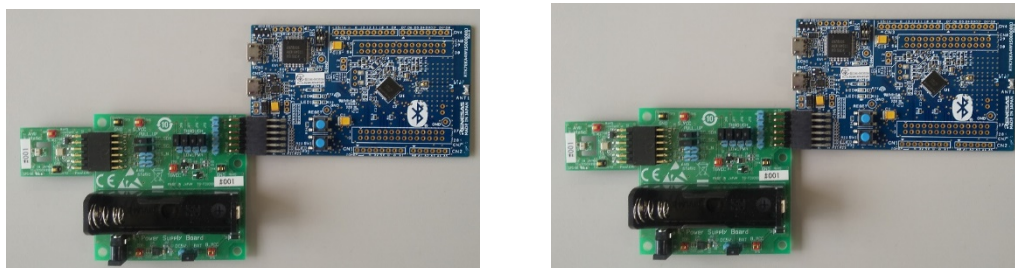

図 5-5 RA4W1 単独での接続環境
- ・ 図 5-5 RA4W1 単独での接続環境で EK-RA4W1 とセンサボード及び電源ボードを接続します。